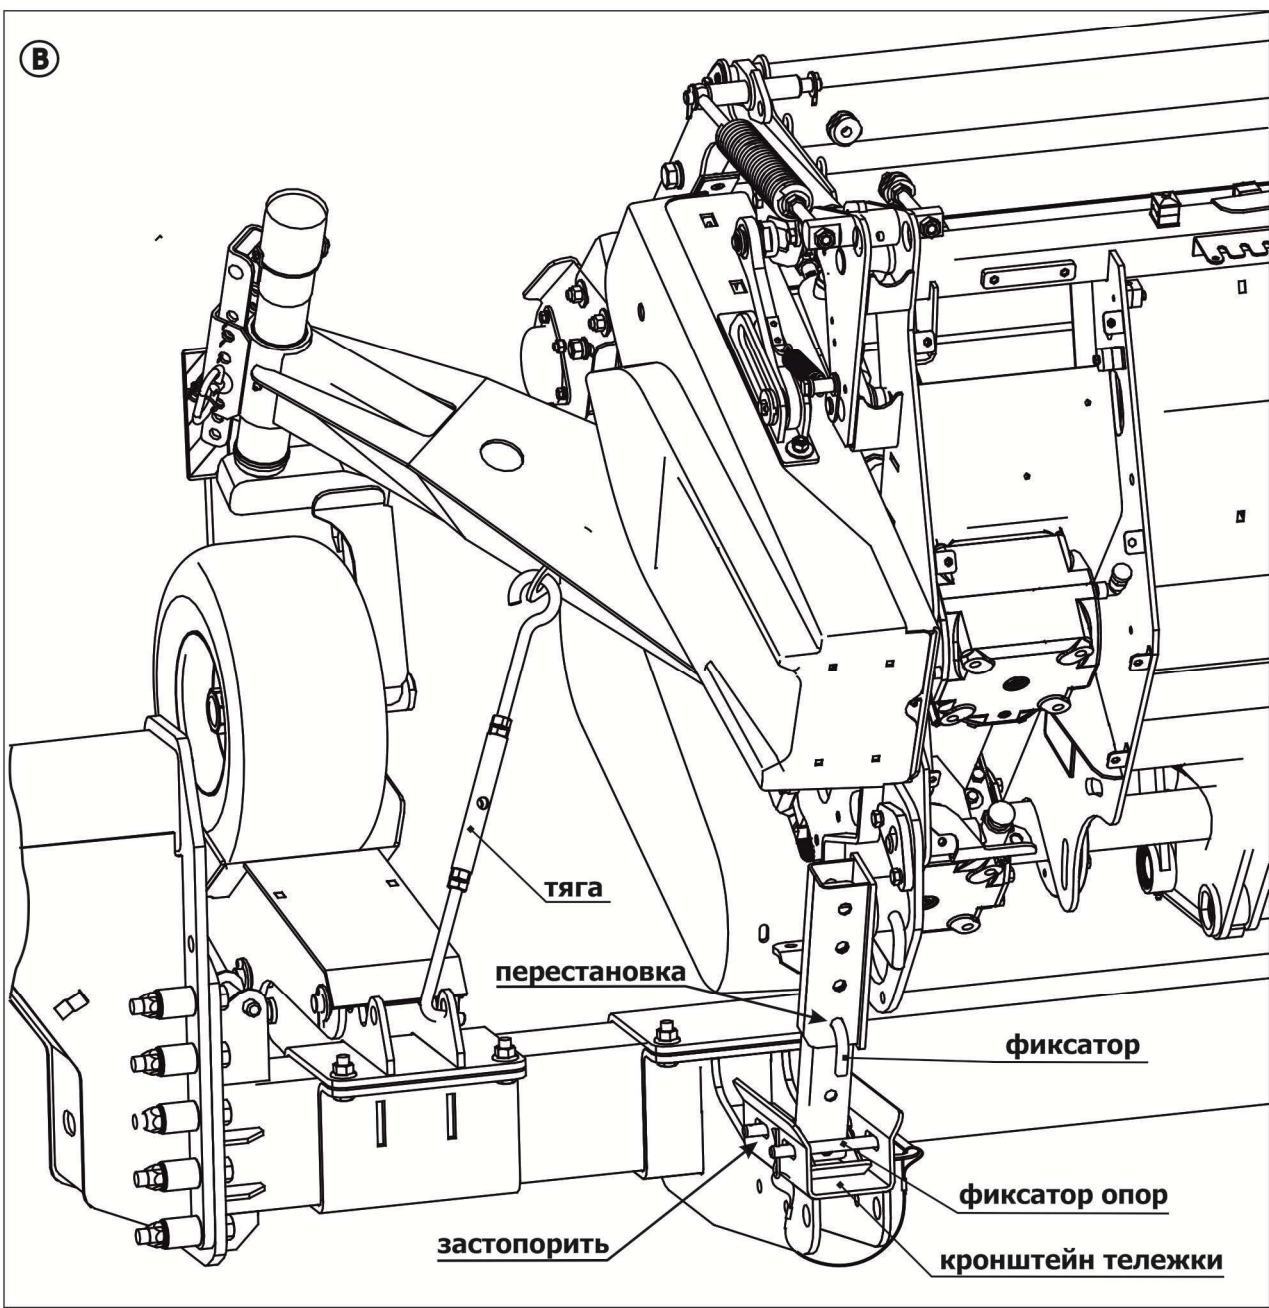

Рисунок 8.4
- 2) высоту кронштейнов под колесами можно регулировать перестановкой оси по отверстиям (рисунок 8.4 вид А-А)
- 3) застопорить раму подборщика фиксаторами (рисунок 8.4А);
- 5) застопорить задние опоры на кронштейне тележки с помощью фиксатора опор (рисунок 8.4В);